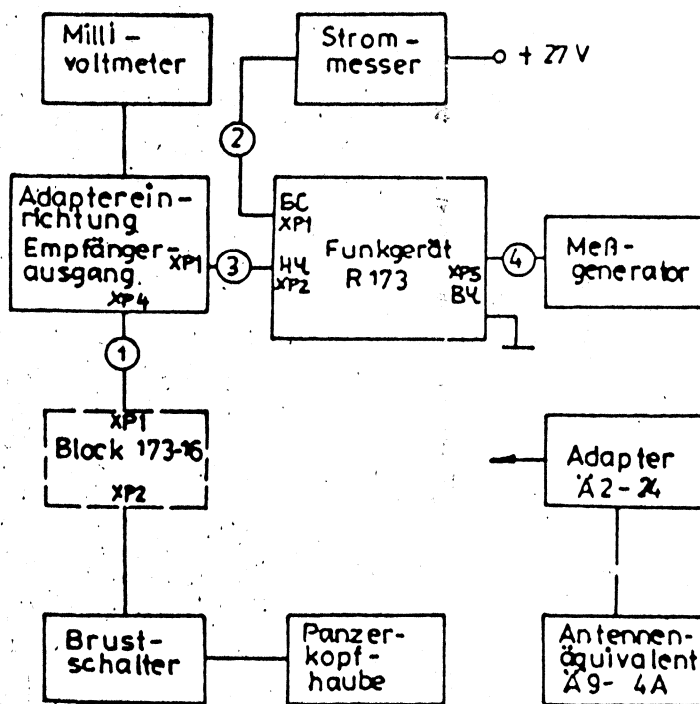

Bild 28 Meßschaltung zum Messen der Empfindlichkeit des Empfängers
3. Meßschaltung zum Messen der Normwerte des Empfängers gemäß Bild 28 aufbauen.
Das Messen ist unter Verwendung der Meßschaltung gemäß Bild 28 wie folgt durchzuführen: